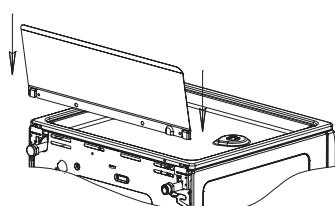

рис. 2
■ **Установка щитка на плиту** (рис.2). Щиток находится внутри плиты под нижней горелкой. Выемку щитка производить со стороны бетонного основания. Щиток устанавливается в пазы, расположенные за рабочим столом плиты в направлении, указанном стрелками.